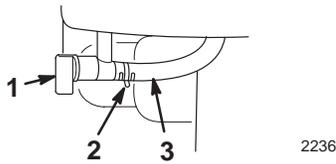

**Bild 14**
- **Zündschloss** (Bild 14): Stecken Sie den Zündschlüssel ein, bevor Sie den Motor anlassen. Ziehen Sie den Zündschlüssel ab, um den Motor abzustellen.
- **Choke** (Bild 14): Drehen Sie zum Anlassen eines kalten Motors den Choke im Uhrzeigersinn ganz auf **Ein**. Wenn sich der Motor erwärmt, drehen Sie den Choke langsam entgegen dem Uhrzeigersinn in die Stellung **Aus**.
- **Gas- bedienungshebel** (Bild 14): Bewegen Sie den Gas- bedienungshebel nach oben, um die Motordrehzahl zu erhöhen, und nach unten, um die Drehzahl zu reduzieren. Stellen Sie den Gas- bedienungshebel auf **Stopp**, um den Motor abzustellen.
- **Kaltstarthilfe** (Bild 14): Betätigen Sie die Kaltstarthilfe, um eine geringe Kraftstoffmenge in den Motor zu pumpen, damit er sich bei kaltem Wetter leichter anlassen lässt.
2. Ziehen Sie den Zündschlüssel ab (Bild 14).
3. Ziehen Sie das Choke-Handrad ab (Bild 14).
5. Drehen Sie den Choke (Bild 14) auf „**Ein**“.
6. Stecken Sie den Zündschlüssel ein (Bild 14).
7. Decken Sie das Loch in der Mitte der Kaltstarthilfe (Bild 14) mit dem Daumen ab und drücken Sie langsam drei Mal. Warten Sie zwischen jedem Drücken für einen Moment.
10. Drehen Sie den Choke nach dem Anspringen des Motors (Bild 14) sofort in die 3/4-Stellung. Wenn sich der Motor erwärmt, drehen Sie den Choke in die 1/2-Stellung. Wenn der Motor warm gelaufen ist, drehen Sie den Choke in die Stellung **Aus**.